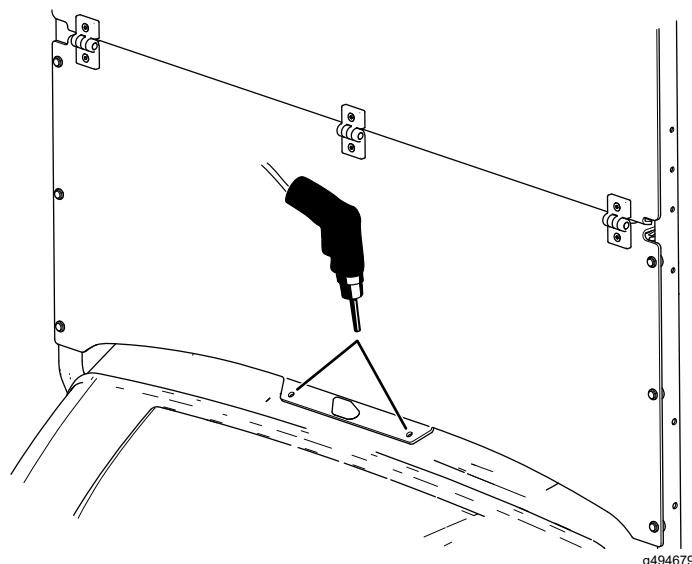

Figura 9
5. Utilizzando il parabrezza come modello per la foratura, praticate 2 fori (8 mm) nel cruscotto (Figura 9).